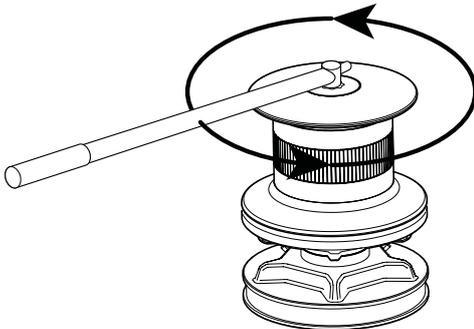

FIG.2
2. Retirer le levier de la douille, enrouler le cordage sur la poupée dans le sens inverse des aiguilles d'une montre (au moins 3 tours) (**fig. 2**).